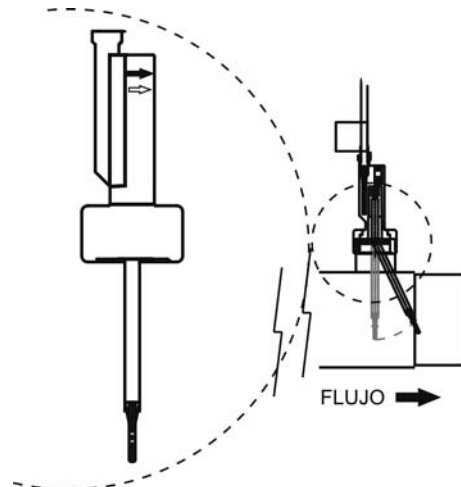

Fig. 11
3. Existe un flecha marcada en la cabeza del detector de flujo. Asegúrese que la flecha está paralela al eje de la tubería y apunta a la dirección del flujo de agua (Fig. 11).